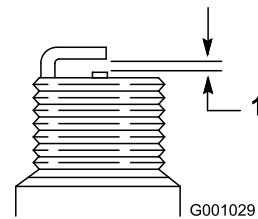

Рисунок 23
4. На новой свече установите зазор между электродами, равный 0,76 мм (Рисунок 23).